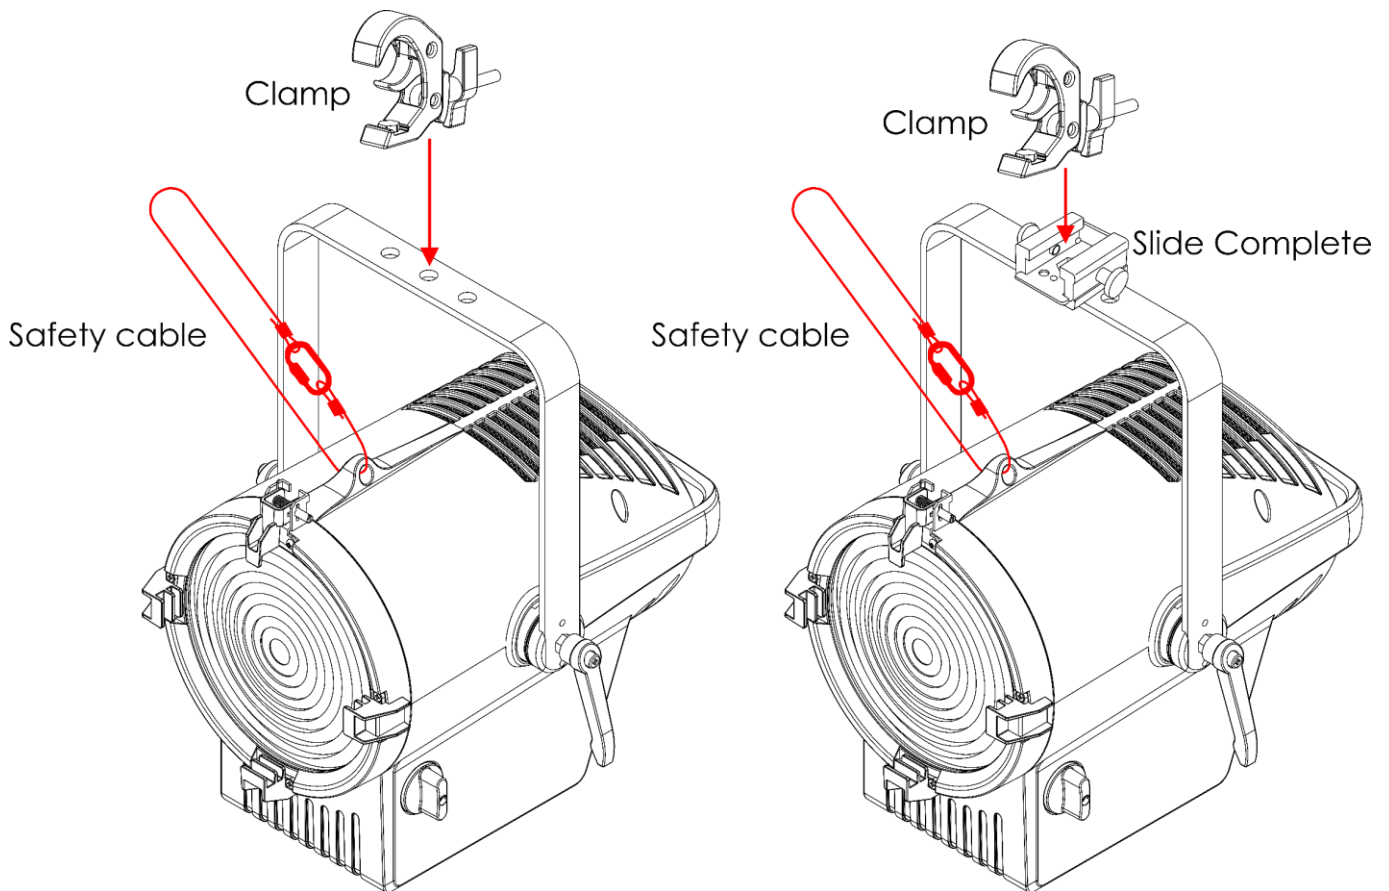

Fig. 07
- 01) Utilice una abrazadera para sujetar el dispositivo a la estructura de soporte como se indica en la Fig. 07. Asegúrese de que el dispositivo no se pueda mover libremente. Opcionalmente puede utilizar el deslizador Slide Complete para sujetar el dispositivo.
- 02) Sujete el dispositivo con una suspensión secundaria, por ejemplo, un cable de seguridad. Asegúrese de que la suspensión secundaria puede soportar 10 veces el peso del dispositivo. Si es posible, la suspensión secundaria debería conectarse a una estructura de soporte independiente de la suspensión primaria. Pase el cable de seguridad a través del **anillo de seguridad (07)** como se indica en la Fig. 07.